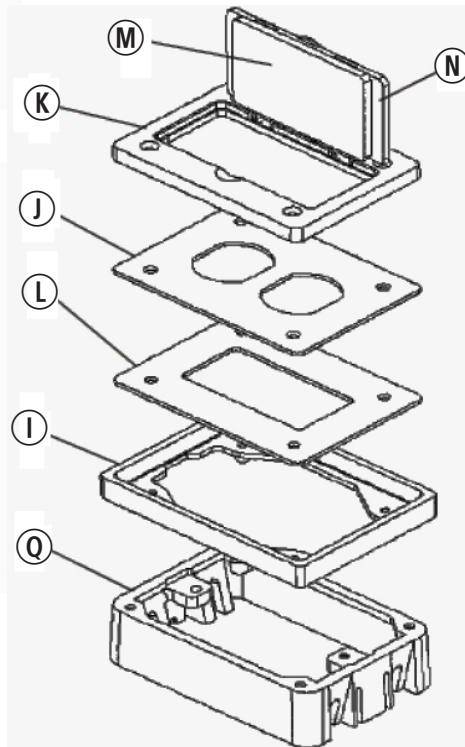

Fig. 4
- Remove concrete cover (C) and discard.
- Start screws (F) into **upper** holes of adapter retainer clips (U) (Fig. 4).
- Align adapter clip screws (F) with slots in adaptor collar(s) (H) [PFBRAC].
- Position adapter collar(s) (H) by bottoming adapter clip screws (F) in slots and secure by tightening screws (F).
- Attach frame (P) (**S5017G** or **SA5017G**) to adapter collar(s) (H) with 6-32 flat head screws provided. Torque to 10 -12 lb-in (1.1 - 1.4 N•m).
- Tile and grout to frame (P) (S5017G or SA5017G).
- In multi-gang applications apply silicone between frames (P).
- Pigtail equipment grounding conductor on frame (P).
- Remove spacers on frame (P) for GFCI & surge receptacles, break off plaster ears and install device(s) according to manufacturer's instructions and finish with Hubbell metallic rectangular covers (Table 1).
FINISHED CONCRETE & TILE FLOORS - METAL FRAME SB/SA 3083W, 3084W and 3085W (Fig. 4)
- Start screws (F) into **lower** holes of adapter retainer clips (U) (Fig. 4).
- Attach frame (T) (**SB3083W, SA3083W, SB3084W, SA3084W, SB3085W** or **SA3085W**) to adapter collar(s) (H) with 6-32 flat head screws provided. Torque to 10 -12 lb-in (1.1 - 1.4 N•m).
- Pigtail equipment grounding conductor onto ground conductor(s) (V) on frame (T).
- Apply a bead of silicone between frame (T) and floor.
- Level frame (T) to floor and secure by tightening adapter clip screws (F) through opening(s) in frame (T).
- Retirer les cales des plaques de montage (P) pour les prises DDFT et contre les surtensions transitoires, casser les pattes de fixation sur plâtre, installer les dispositifs selon les directives du fabricant et terminer en fixant les couverts rectangulaires métalliques de Hubbell (Tableau 1).
- Enlever le couvercle pour béton (C) et le jeter.
- Introduire les vis (F) dans les trous du **haut** des pinces de retenue (U) de l'adaptateur (Fig. 4).
- Aligner les vis des pinces de fixation (F) avec les rainures du collier de l'adaptateur (H) [PFBRAC].
- Mettre le collier adaptateur (H) en place en poussant à fond les vis des pinces de fixation (F) dans les rainures et le fixer en serrant les vis (F).
- Fixer la plaque de montage (P) (S5017G ou SA5017G) au collier adaptateur (H) avec les vis à tête plate 6-32 fournies. Serrer à un couple de 1,1-1,4 N•m.
- Poser les carreaux de céramique et cimenter à la plaque de montage (P) (S5017G ou SA5017G).
- Dans le cas de montage de dispositifs multiples, appliquer de la silicone entre les plaques de montage (P).
- Connecter le conducteur de MALT de l'appareil à la borne de la plaque de montage (P).
PLANCHERS DE BÉTON ET DE CARREAUX DE CÉRAMIQUE FINIS - PLAQUE DE MONTAGE MÉTALLIQUE SB/SA 3083W, 3084W et 3085W (Fig. 4)
- Introduire les vis (F) dans les trous du **bas** des pinces de retenue (U) de l'adaptateur (Fig. 4).
- Mettre le collier adaptateur (H) en place en poussant à fond les vis des pinces de fixation (F) dans les rainures.
- Fixer la plaque de montage (T) (SB3083W, SA3083W, SB3084W, SA3084W, SB3085W ou SA3085W) au collier adaptateur (H) avec les vis à tête plate 6-32 fournies. Serrer à un couple de 1,1-1,4 N•m.
- Connecter le conducteur de MALT de l'appareil à la borne (V) de la plaque de montage (P).
- Appliquer de la silicone entre les plaques de montage (T).